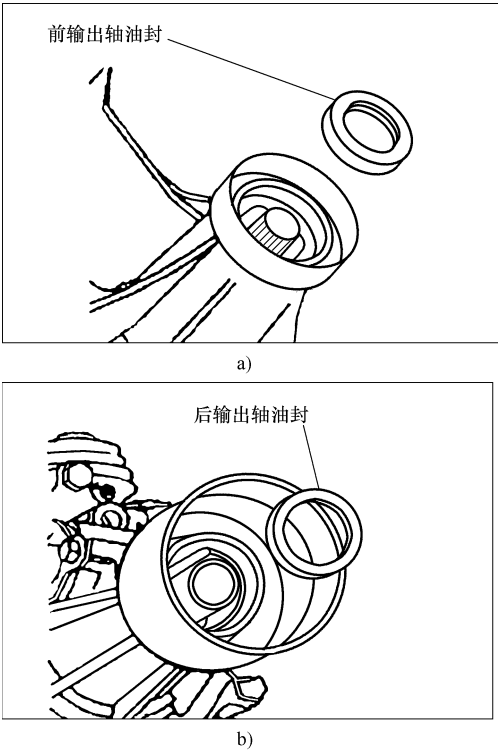

图 3-20 拆卸油封
- 2) 如图 3-20 所示，用平头螺钉旋具拆下后输出油封和前输出油封。